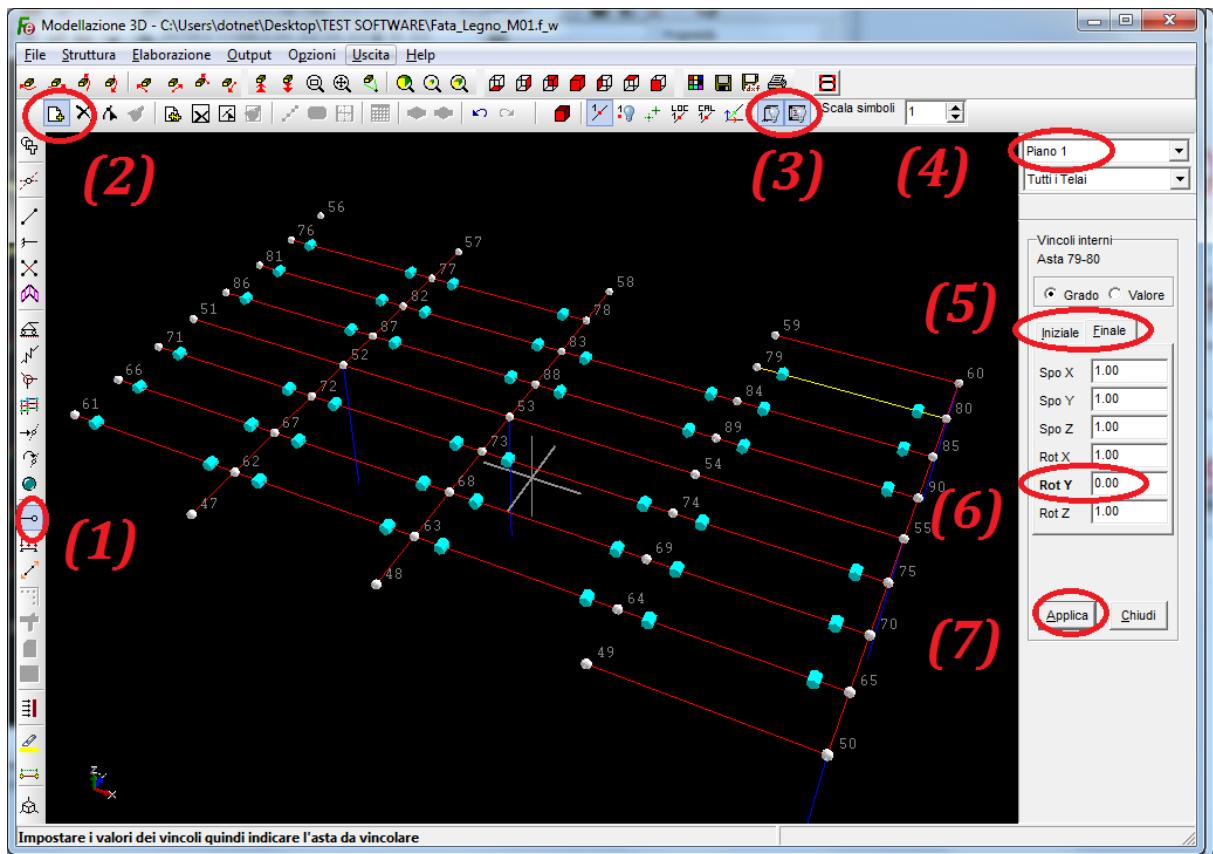

Figura 24
Con riferimento, invece, alla figura 24 cliccare sul tasto “*Vincoli interni*” (1) e, di seguito, sul tasto “*Introduci*” (2), disattivare la visualizzazione degli elementi bidimensionali (3) e selezionare (4) il Piano 1 per escludere dalla vista il secondo impalcato.
Selezionare una delle travi secondarie (ad esempio la trave 61-62) ed impostare sia per il nodo iniziale sia per il nodo finale (5) il valore “*Rot Y*” pari a 0 per liberare il relativo vincolo rotazionale presente alle due estremità dell’asta selezionata. Cliccando su “*Applica*” (7) l’asta selezionata apparirà provvista di due cilindri disposti alle estremità a rappresentazione delle rotazioni ammesse. Continuando a cliccare su tutte le altre aste secondarie, per come illustrato nella figura 24, verranno copiata le medesime condizioni di vincolo dell’asta inizialmente selezionata.
Infatti, con riferimento alla figura 24.d, si può notare come, dopo aver selezionato il livello “COPERT.” e attivata (1) l'opzione “Nasconde i fili fissi non utilizzati al piano corrente”, i fili fissi interni alle travi (2) non verranno più visualizzati (3) in quanto non utilizzati nell'inserimento delle travi.